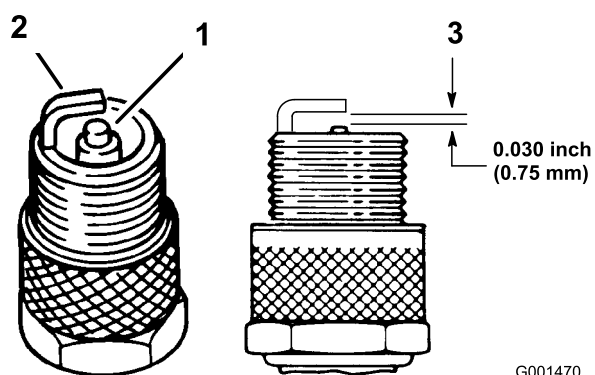

Рисунок 19
- Осмотрите середину каждой свечи зажигания (Рисунок 19). Если вы видите на изоляторе светло-коричневый или серый налет, то двигатель работает должным образом. Черный налет
- Проверьте зазор между центральным и боковым электродами (Рисунок 19). Если зазор неправильный, отогните боковой электрод (Рисунок 19).
3. Присоедините провода к свечам зажигания (Рисунок 19).